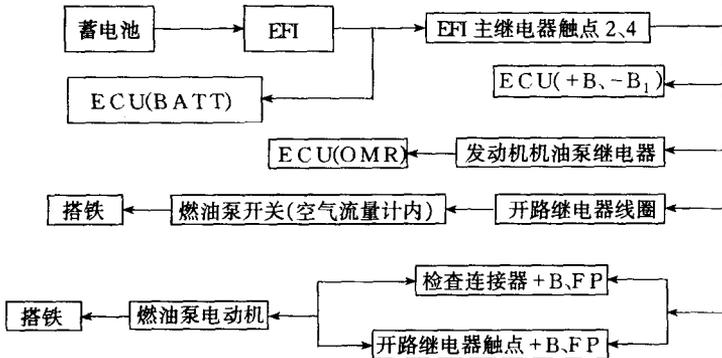

图 1-2 熔丝的工作电路
**故障检修：**经过检查发现有一个熔丝烧坏了，换上一个，不一会又烧断了。听了车主的介绍，笔者将车起动，按车主的描述进行试验。怠速时发动机运转正常，加速时不一会儿熄火，熄火时仪表盘上的“CHECK”灯不亮，检查保险“EFI”烧断。是什么原因造成“EFI”烧断呢？“EFI”熔丝的工作电路如图 1-2 所示。